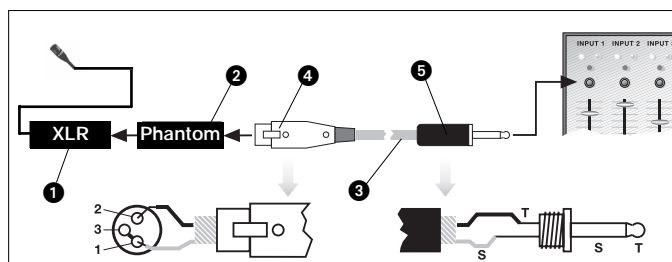

Fig. 4: Collegamento ad un ingresso asimmetrico
1. Nella presa XLR (4), collegate con un ponte a filo i contatti 1 e 3 e portateli sullo schermo del cavo. Vedi fig. 4.
2. Collegate il conduttore interno del cavo con il contatto 2 della presa XLR (4) e la punta della spina jack (5).